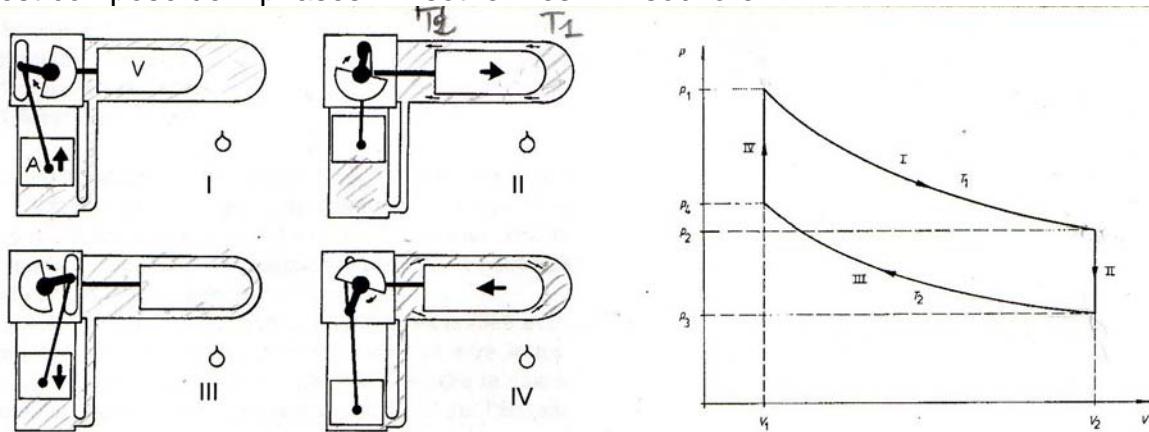

Figure 1 Cycle du moteur de Stirling PHYWE
Ce moteur permet d'illustrer le principe de fonctionnement d'une machine thermique. Nous proposons de nous intéresser à la conversion d'énergie thermique en énergie mécanique (ou électrique). L'inverse est aussi possible avec le même dispositif. Le cycle moteur théorique de Stirling est illustré dans la Figure 1 (cf. documentation). Il est composé de 4 phases : 2 isothermes + 2 isochore.
1. **Suivre la procédure de calibration des thermocouples et du capteur de volume de gaz considéré  $V$  (hachuré sur la Figure 1) indiqué dans la notice.**